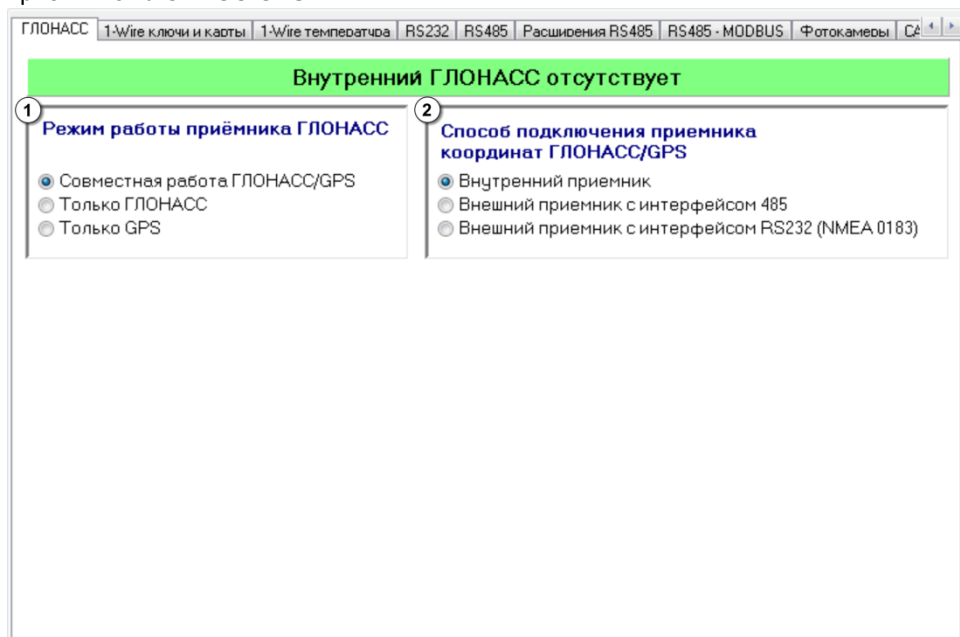

Рис.23 – ГЛОНАСС.
- **использовать интерфейс 485 для подключения внешнего приемника координат ГЛОНАСС/GPS** - при выборе данной опции для подключения внешнего приемника координат ГЛОНАСС/GPS используется интерфейс 485. Опция дублируется во вкладке «ГЛОНАСС» (рис.23,п.2.2).